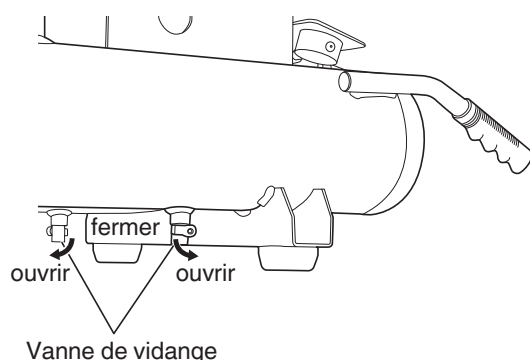

Fig. 9
- B) Ouvrez progressivement les deux vannes de vidange, sortez la vidange et tout l'air comprimé à l'intérieur du réservoir pour éviter toute corrosion interne du réservoir (Fig. 9).
Vidanger le réservoir tous les jours ou toutes les 4 heures d'utilisation. Ouvrir la vanne de vidange et incliner le compresseur pour vider l'eau qui s'est accumulée (Voir Fig. 9).